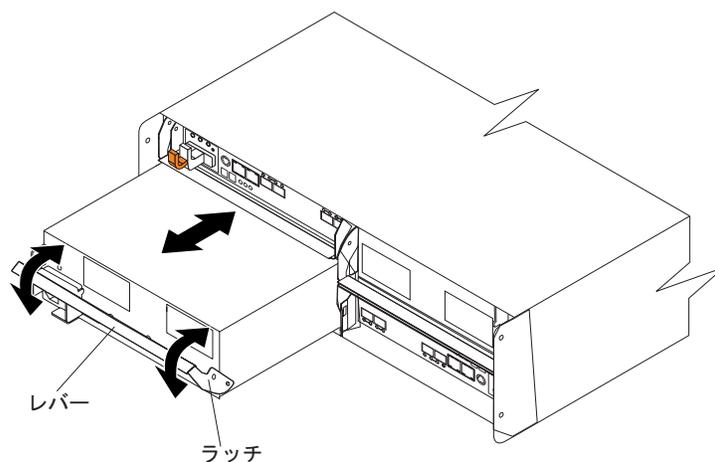

図 16. 電源機構およびファン・ユニットの取り外し
2. ゆっくりとレバーをシャーンから引き離し、図 16 に示すように電源機構およびファン・ユニットを取り外します。